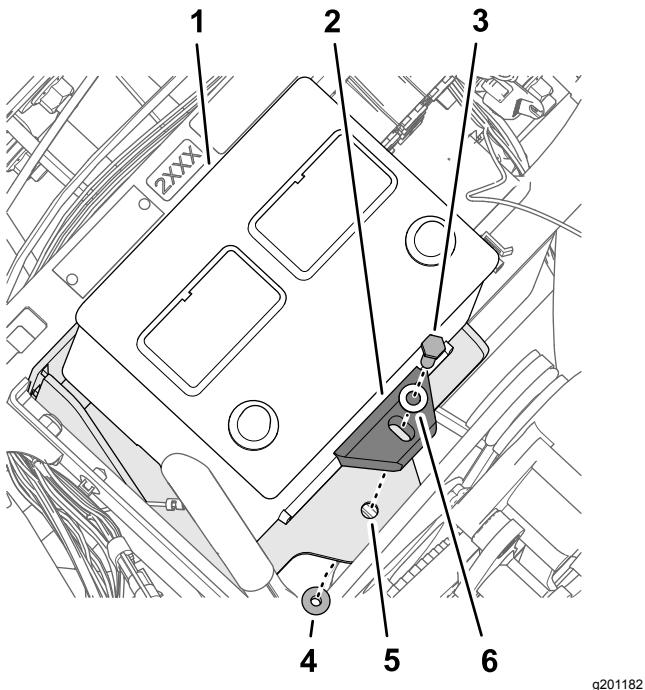

Рисунок 175
5. Установите аккумуляторную батарею на кронштейн аккумуляторной батареи, закрепив с помощью болта (5/16 x 1-3/4 дюйма), шайбы (5/16 дюйма), держателя аккумуляторной батареи и фланцевой контргайки (5/16 дюйма), как показано на Рисунок 175.